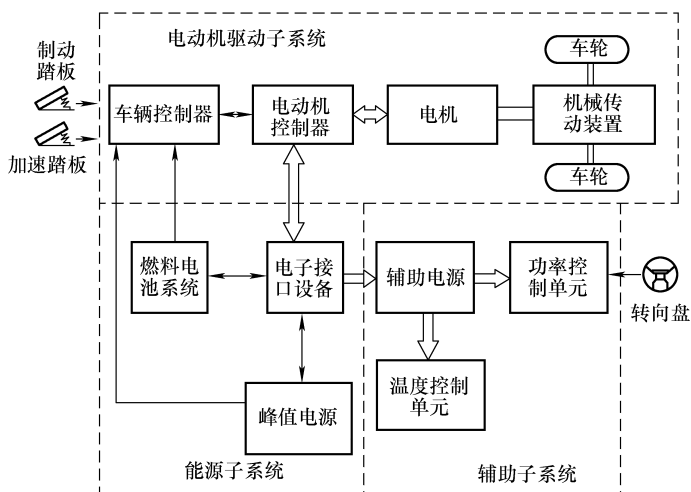

图 1-18 FCV 工作原理
(1) 定义 燃料电池汽车（英文 Fuel Cell Vehicles，缩写为 FCV）是电动汽车的一种，其电池的能量是通过氢气和氧气的化学作用，而不是经过燃烧，直接变成电能获得。燃料电池技术目前已在本田和丰田汽车中应用，是新一代汽车的发展趋势。
(2) FCV 工作原理 FCV 工作过程主要分为加速、制动、负载功率过小三种状态，其原理如图 1-18 所示。